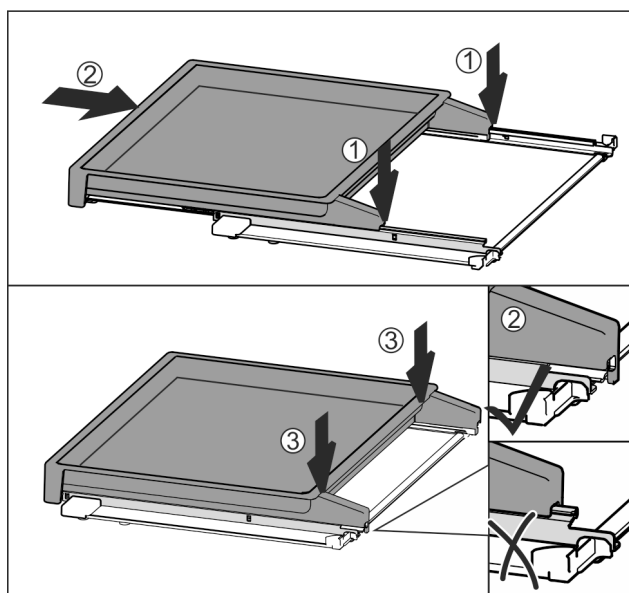

Fig. 155
- Položite jo na sredino tirnic Fig. 155 (1).
- Izvlečno polico v celoti potisnite noter Fig. 155 (2).
- Pritisnite na zadnji strani, da se slišno zaskoči Fig. 155 (3).